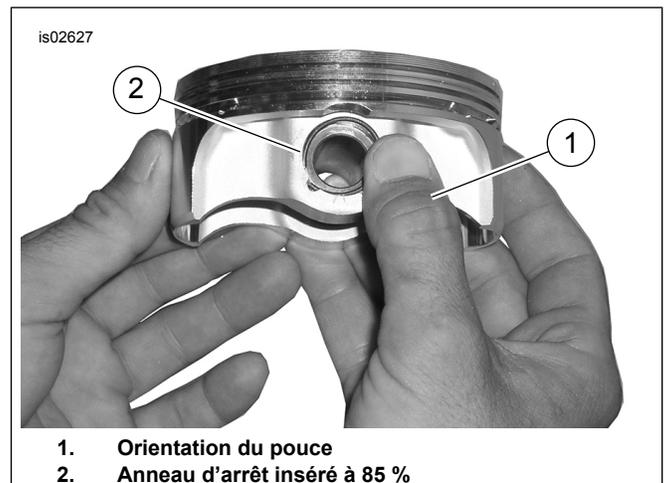

Figure 4. Installez l'Anneau d'arrêt
2. Consultez Figure 4 . Placer votre pouce (1) comme indiqué et appuyer fermement jusqu'à ce qu'approximativement 85 % de l'anneau d'arrêt (2) soit appuyé dans la rainure.